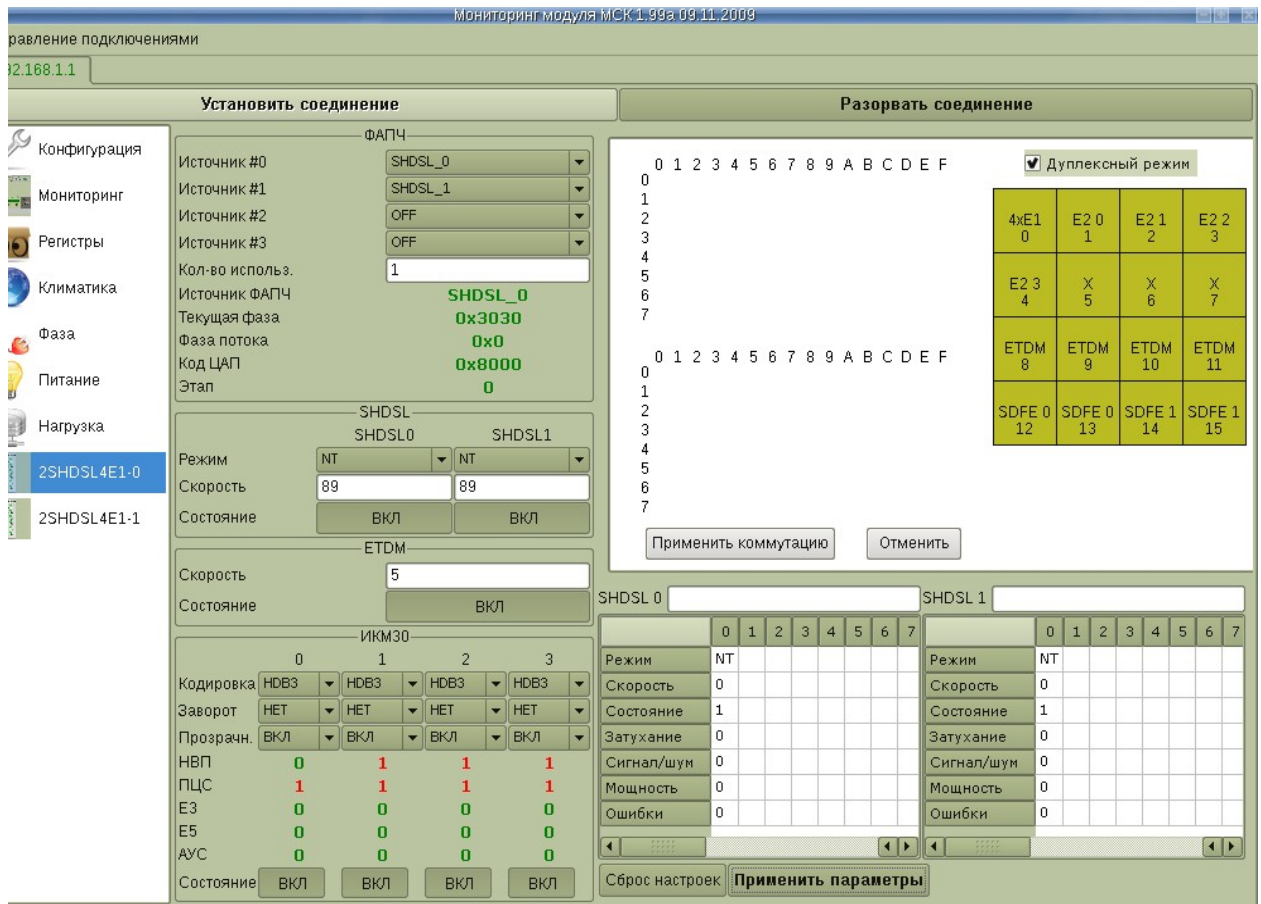

Рисунок 36: Окно 2SHDSL-4E1-Eth
В разделе «2SHDSL-4E1-Eth» (Рис.36) представлен вид окна для мониторинга и управления платой системы передач 2SHDSL-4E1-Eth. Рассмотрим подробно доступные для настройки параметры.
- элементов коммутации (тайм-слоты E1, E2, ETDM, SHDSL). На (Рис.36) салатого цвета.